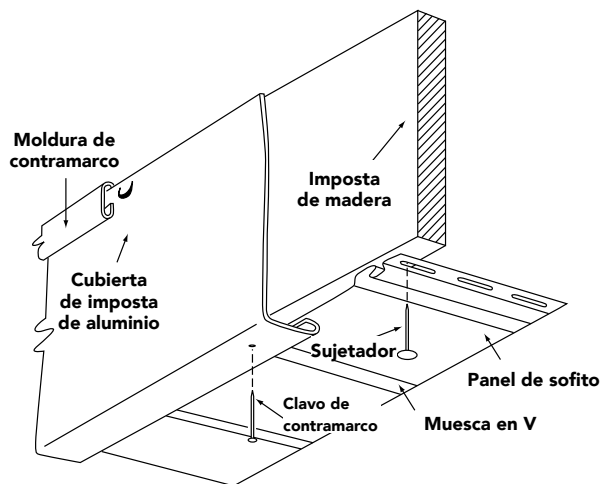

Figura 66
- Las cubiertas de la imposta pueden ser instaladas en molduras de contramarcos (ya sean prefabricadas o hechas en el sitio) (Figura 66) o detrás del borde de drenado existente. La imposta tiene que ser sujeta con clavos de aluminio o acero inoxidable pintados en la parte inferior de la pata, a no más de 24" (610 mm) en el centro.
- Introduzca estos clavos a través de la imposta y sólo en la muesca en V del soffito (Figura 66).